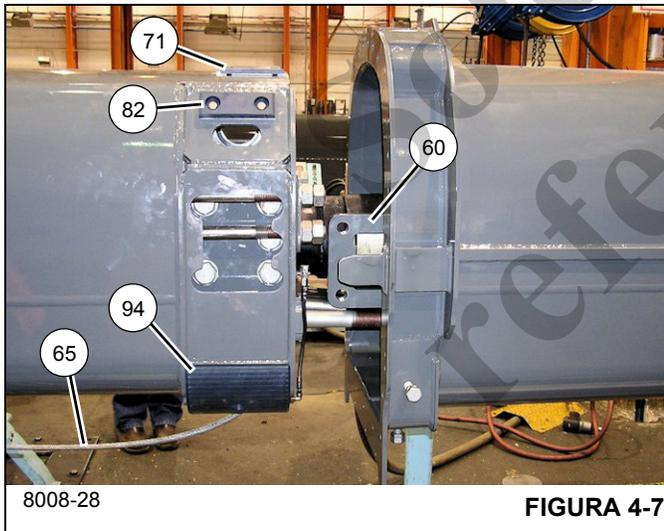
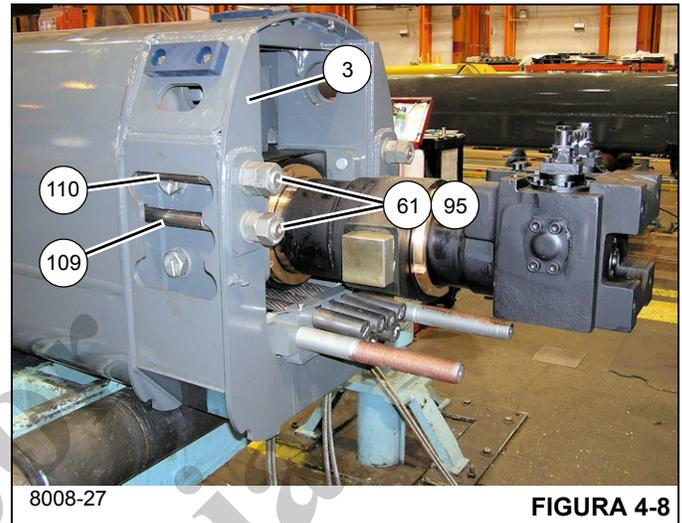

FIGURA 4-7
FIGURA 4-8
29. Baje levemente la parte delantera de la sección telescópica 2 (3).
30. Retire los dos pernos (58), las cuatro arandelas (16), las dos arandelas de seguridad (17) y las dos tuercas (18) que fijan el bloque de tope (56) y el suplemento (57) a la parte delantera de la sección telescópica 1 (2) (lados izquierdo y derecho).
31. Retire los pernos (19), las arandelas planas (16), las arandelas de seguridad (17) y las tuercas (18) que fijan las placas retenedoras izquierda, derecha e inferior (2x-14, 13) a la parte delantera de la sección telescópica 1 (2)
32. Retire las almohadillas de desgaste inferiores delanteras (54, 55) y los suplementos (53) de la parte inferior de la sección telescópica 1 (2).
33. Retire la sección telescópica 2 (3) de la sección telescópica 1 (2) y coloque la sección telescópica 2 (3) en unos soportes adecuados.
34. Retire el conjunto de almohadilla de desgaste (94)/manguera de engrase (81, 79, 80, 77, 78) de la escuadra de fijación en cada lado de la parte trasera de la sección telescópica 2 (3) (vea la Figura 4-7).
35. Retire los dos pernos (83) y las arandelas de seguridad (72) que fijan el conjunto de almohadilla de desgaste (71) a cada lado de la parte inferior trasera de la sección telescópica 2 (3) (vea la Figura 4-7).
36. Retire los dos pernos (83) que fijan el conjunto de almohadilla de desgaste (82) a cada lado de la parte inferior trasera de la sección telescópica 2 (3) (vea la Figura 4-7).
37. Retire las dos tuercas (95) y una arandela plana (61) que fijan cada uno de los cuatro cables de extensión de
la sección telescópica 4 (109, 110) a la parte superior trasera de la sección telescópica 2 (3) (vea la Figura 4-8).
38. Retire los dos cables de extensión de la sección telescópica 4 (109, 110) de los agujeros en la parte trasera de la sección telescópica 2 (3) (lados izquierdo y derecho) (vea la Figura 4-8).